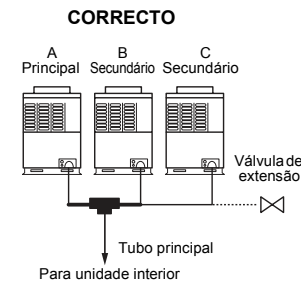

Figura 2
- 2) No entanto, como mostrado na figura abaixo, a junta de derivação em T que é vendida separadamente pode ser ligada ao ligar o tubo principal à tubagem indicada por uma linha a negrito na seguinte figura. (Figura 2)